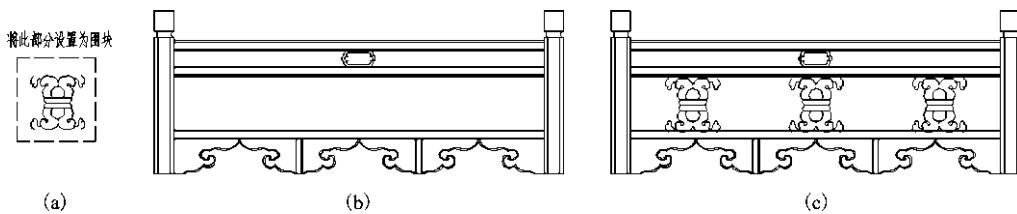

图 1-71 用块定数等分对象
【实例 1-29】 (1) 将图 1-71(a) 虚线框内的对象定义为图块，图块名为 tu。 (2) 将图块 tu 插入图 1-71(b) 相应位置，完成后的图形如图 1-71(c) 所示。
③删除直线 AB 及两个多余的块，结果如图 1-71(c) 所示。